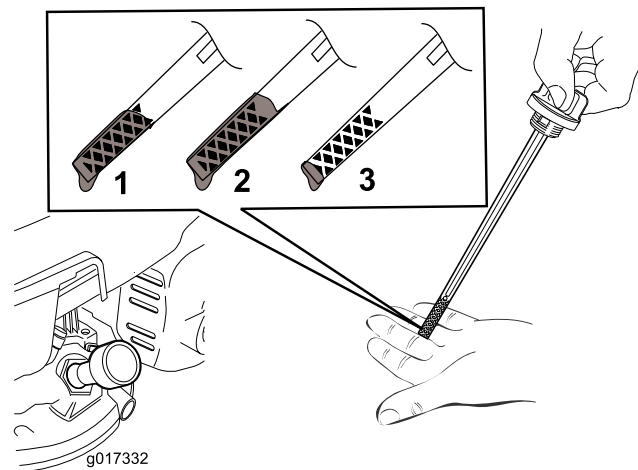

Figura 6
2. Togliete l'asta di livello (Figura 6).
Nota: Riempite la coppa dell'olio motore fino a quando l'asta di livello non indica che il livello dell'olio è corretto, come illustrato nella Figura 6. Se riempiete eccessivamente il motore, estraete l'olio in eccesso come indicato in Cambio dell'olio motore.